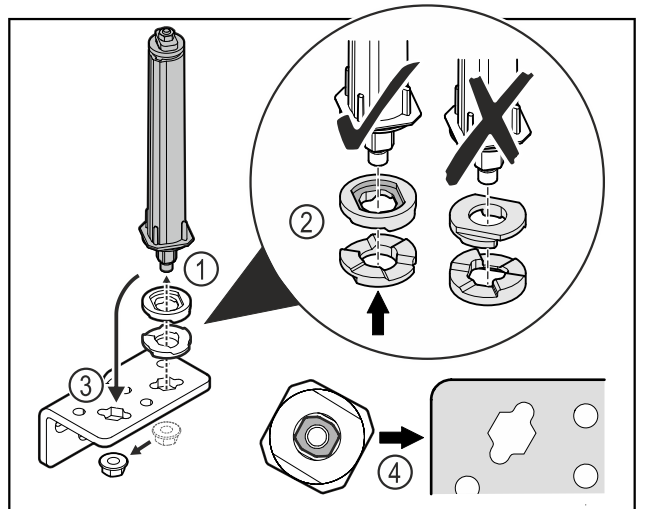

Fig. 30
- ▶ Moer losdraaien en deursluitsysteem verwijderen Fig. 30 (1).
- ▶ De correctie uitlijning van de hoogte-instelschijven in acht nemen Fig. 30 (2).
- ▶ Deursluitsysteem in de scharnierhoek verplaatsen en met de moer vastzetten Fig. 30 (3).
- ▶ Bij het plaatsen de correcte uitlijning van het deursluitsysteem in acht nemen Fig. 30 (4).